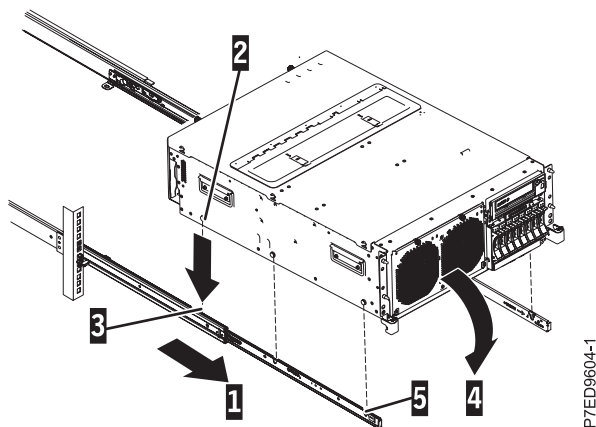

Figura 8. Rieles deslizantes extendidos, cabezas de clavo de servidor alineadas con ranuras en el riel
7. Tire de los rieles deslizantes hacia adelante (1) hasta que se oiga dos veces un clic, lo que indica que se han encajado. Levante cuidadosamente el servidor e inclínelo en su posición sobre los rieles deslizantes de manera que las cabezas de clavo posteriores (2) del servidor queden alineadas con las ranuras posteriores (3) de los rieles deslizantes. Deslice el servidor hacia abajo hasta que las cabezas de clavo posteriores se inserten en las dos ranuras posteriores y, a continuación, baje lentamente la parte frontal del servidor (4) hasta que las otras cabezas de clavo se inserten en las otras ranuras de los rieles deslizantes. Asegúrese de que el pestillo frontal (5) se desliza sobre las cabezas de clavo, tal como se muestra en la Figura 8 en la página 9.